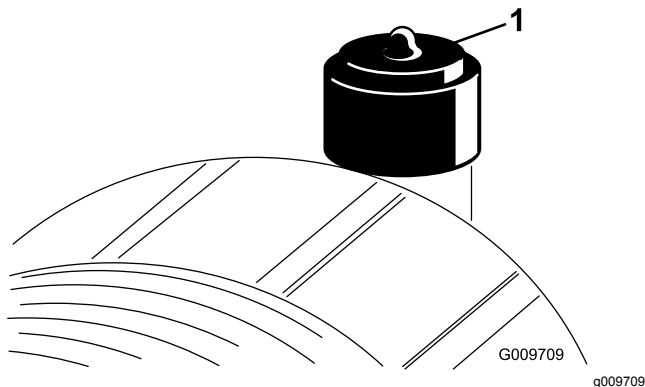

Figure 26
Faites l'entretien du filtre à air uniquement quand l'indicateur de colmatage (Figure 26) indique que cela est nécessaire. Changer le filtre à air prématurément ne fait qu'accroître le risque de contamination du moteur par des impuretés quand le filtre est déposé.
6. Réarmez l'indicateur de colmatage (Figure 26) s'il est rouge.